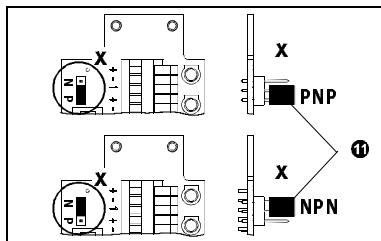

Fig. 7/Bild 7
- Posizionare il jumper **1** per i sensori a commutazione positiva (PNP, impostazione di fabbrica) e a commutazione negativa (NPN) - vedere Fig. 7.
- Placera byglingen **1** enl. fig. 7 för pluskopplande (PNP, grundinställning) och minuskopplande givare (NPN).